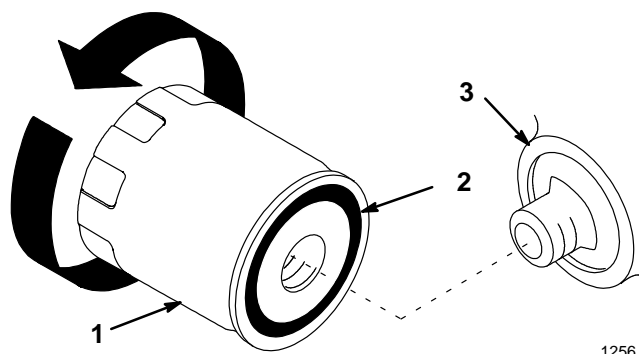

Abbildung 51
2. Den Hinterachsenfilter entfernen und die Dichtungsfläche des Filteradapters (Abb. 51) abwischen.
3. Eine dünne Schicht neues Öl auf die Gummidichtung am Austauschfilter geben (Abb. 51).
4. Den Austauschfilter am Filteradapter anbringen. Den Filter im Uhrzeigersinn drehen, bis die Gummidichtung den Filteradapter berührt. Dann den Filter um eine weitere 3/4 Umdrehung festziehen (Abb. 51).